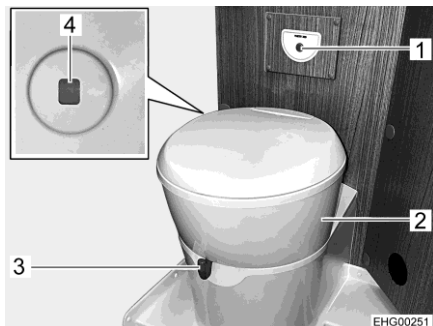

Fig. 72 Toilette
La tazza del WC può essere orientata nella posizione desiderata. A tale scopo, prendere con entrambe le mani la parte superiore (Fig. 72,2) della toilette e ruotare.
La centralina di controllo con il pulsante dello sciacquone (Fig. 72,1) è posizionata vicino alla tazza del WC.
Il colore dell'indicatore di livello (Fig. 72,4) passa da verde a rosso quando è necessario svuotare il serbatoio fecale.
- Prima di tirare l'acqua, aprire il cursore della toilette. A tal fine girare la leva del cursore (Fig. 72,3) in senso antiorario.
- Per sciacquare premere il pulsante blu (Fig. 72,1).